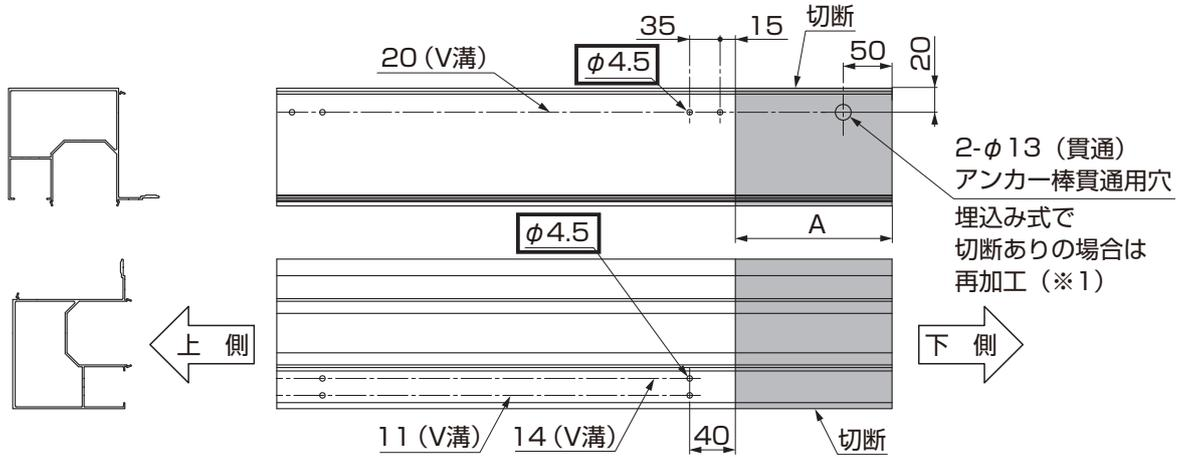
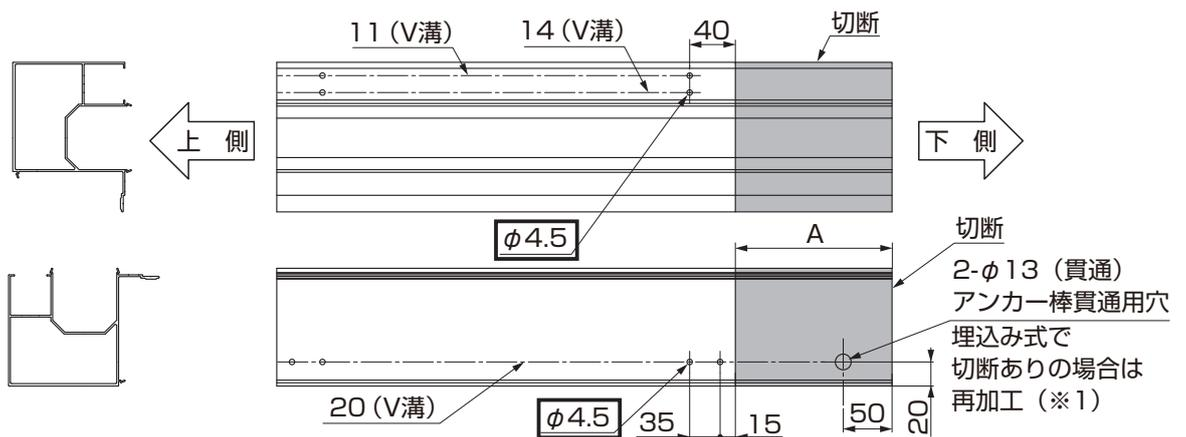

図3-11 テラス用柱(右)加工図
図3-12 テラス用柱(左)加工図
①図3-11、図3-12、表3-5、を参照して柱を加工してください。